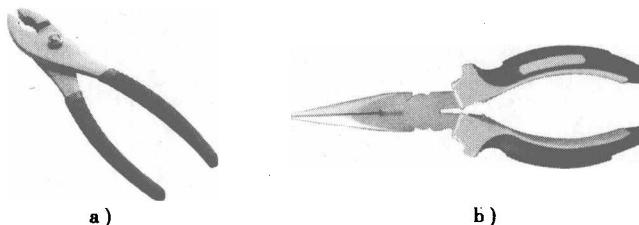

图 2—1 各种手钳
汽车维修中常用的钳子有鲤鱼钳、尖嘴钳，如图 2—1 所示。
(1) 鲤鱼钳(见图 2—1a)。其长度可分为 150 mm、200 mm、250 mm 三种。鲤鱼钳可用来切割金属丝，弯扭小型金属棒料，夹持扁的或圆柱形小工件。
(2) 尖嘴钳(见图 2—1b)。可用来夹持一些小的零件，如弹性卡簧、锁环等。